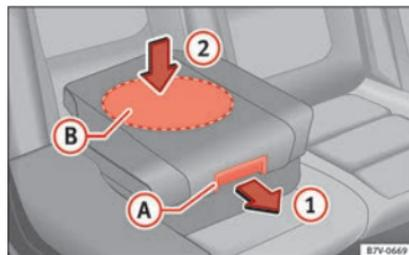

Fig. 97 Cadeira de criança integrada: baixar a almofada.
- Puxe a almofada para a frente através do manípulo de desbloqueio »» Fig. 97 (A) na direção da seta ①.
- Empurre a almofada para baixo pela zona *central* (B) na direção da seta ② para que encaixe de forma segura »» ❶. Os suportes laterais rebatem automaticamente.
❶ CUIDADO
Ao baixar a cadeira de criança integrada, pressione apenas sobre o centro da almofada »» Fig. 97 ②. Caso contrário, a almofada poderá torcer e não encaixar corretamente.